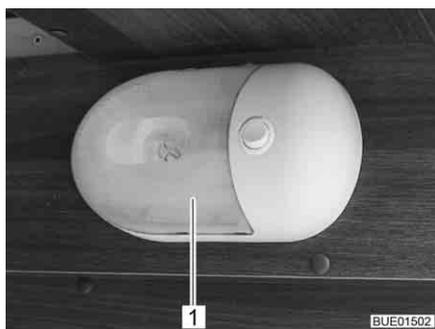

Bild 270 Aufbauleuchte
- Transparente Abdeckung (Bild 270,1) vorsichtig auf beiden Seiten zusammendrücken, leicht vom Schalter wegziehen und nach vorn abnehmen.